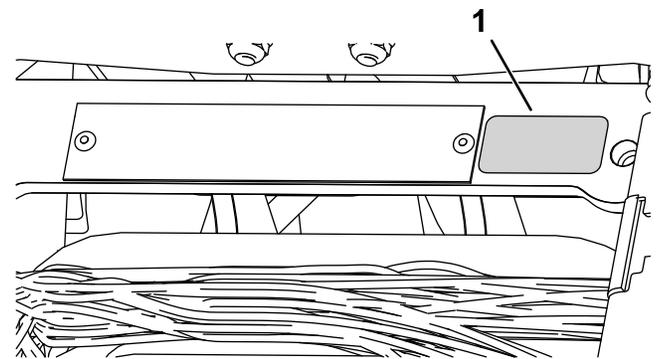

図 11
- シリアルプレートの近くに製造年デカルを貼りつける 図 11。